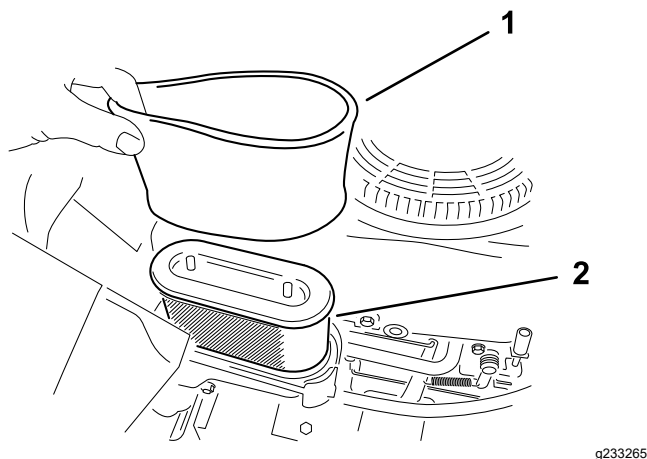

Figure 38
5. Retirez délicatement les éléments en mousse et en papier du boîtier du filtre à air (Figure 38).
Remarque: Remplacez-le s'il est très encrassé (Figure 38).
1. Placez l'élément en mousse sur l'élément en papier (Figure 38).